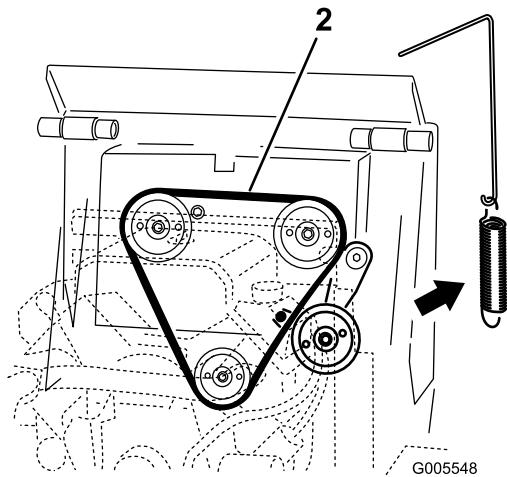

Bild 47
4. Nehmen Sie die Spannscheibenfeder von der Spannscheibe ab (Bild 47).
6. Verlegen Sie einen neuen Treibriemen um die drei Scheiben (Bild 47).